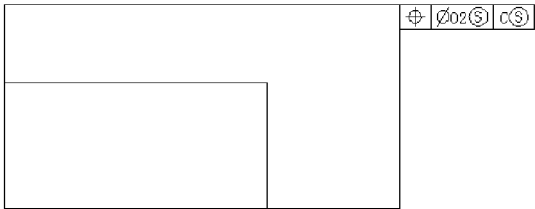

图 3.40 标注完成后效果
(4) 在“基准 1”区域的第一个空白栏输入“C”,在第二个空白栏选择 $\text{\textcircled{S}}$ 符号,要标注的公差内容全部输入完毕后,单击“确定”按钮。完成后效果如图 3.40 所示。